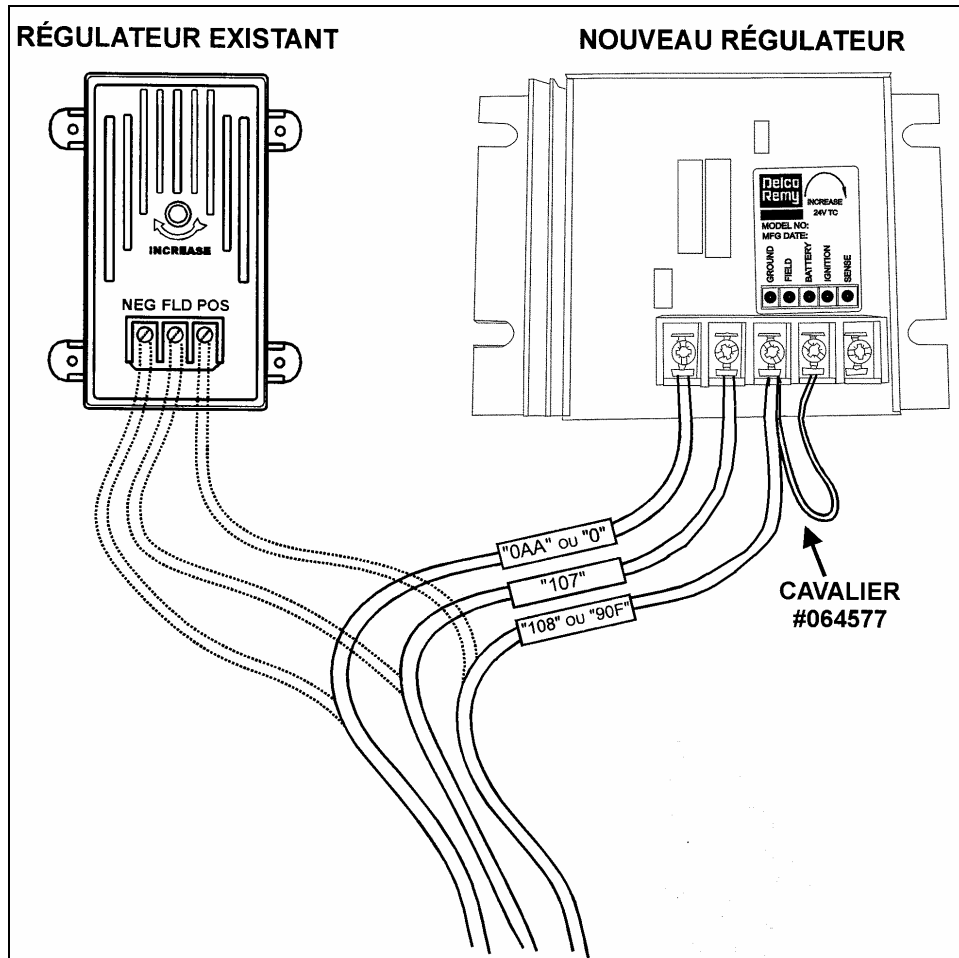

FIGURE 1
1. Identifier à la borne "NEG" du régulateur existant, le fil noir identifié "0AA" (ou simplement "0" sur certains véhicules), le débrancher puis le rebrancher à la borne "GND" du nouveau régulateur. Serrer la vis de la borne à un couple de 12 à 15 Lbf-po (Voir figure 1).
2. Identifier à la borne "FLD" du régulateur existant, le fil rouge identifié "107", le débrancher puis le rebrancher à la borne "FLD" du nouveau régulateur. Serrer la vis de la borne à un couple de 12 à 15 Lbf-po (Voir figure 1).
3. Identifier à la borne "POS" du régulateur existant, le fil rouge identifié "108" (ou "90F" sur certains véhicules), le débrancher puis le rebrancher à la borne "BAT" du nouveau régulateur. Ne pas serrer complètement la vis de la borne (Voir figure 1).
4. Installer le cavalier #064577 entre les bornes "BAT" et "IGN" tel qu'illustré dans la figure 1. Serrer les vis à un couple de 12 à 15 Lbf-po.